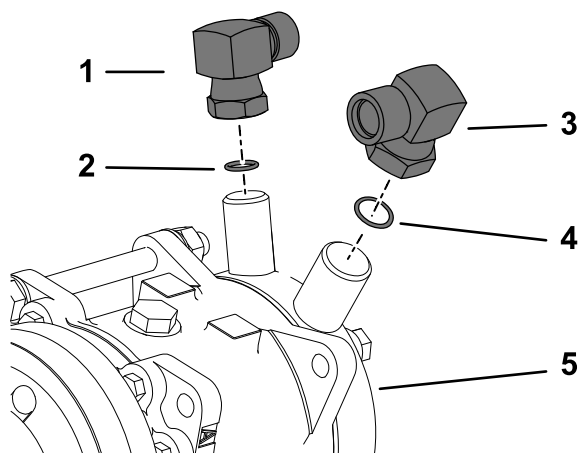

Рисунок 39
2. Установите прямоугольный штуцер ($\frac{7}{8}$ дюйма) и уплотнительное кольцо (размера 8) во впускное отверстие низкого давления насоса системы кондиционирования воздуха (Рисунок 39).
4. Установите прямоугольный штуцер (¾ дюйма) и уплотнительное кольцо (размера 10) в выпускное отверстие высокого давления насоса системы кондиционирования воздуха (Рисунок 39).